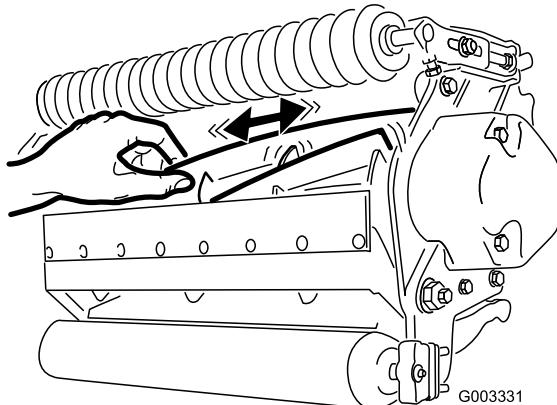

Figura 27
2. Usando un trapo o un guante grueso, sujetela cuchilla del molinete e intente mover el conjunto del molinete de un lado a otro (Figura 27).